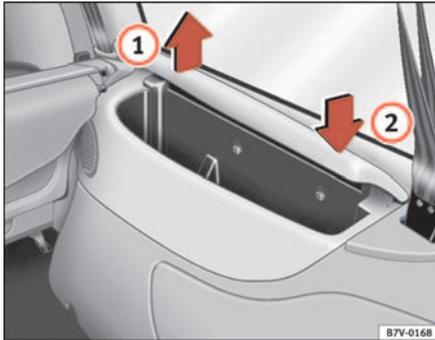

Abb. 103 Ablagefächer im Gepäckraum
**Zum Öffnen** in Pfeilrichtung am Deckel ziehen **1** ⇒ Abb. 103.
**Zum Schließen** den Deckel in Pfeilrichtung drücken **2** ⇒ Abb. 103. ■